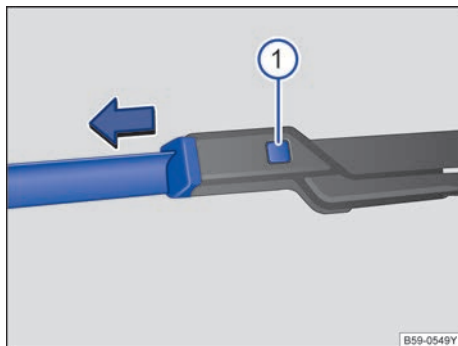

图 122 更换风窗刮水器刮水片
- 按住分离按钮⇒图 122 ① 同时沿图示箭头方向拉出刮水片。